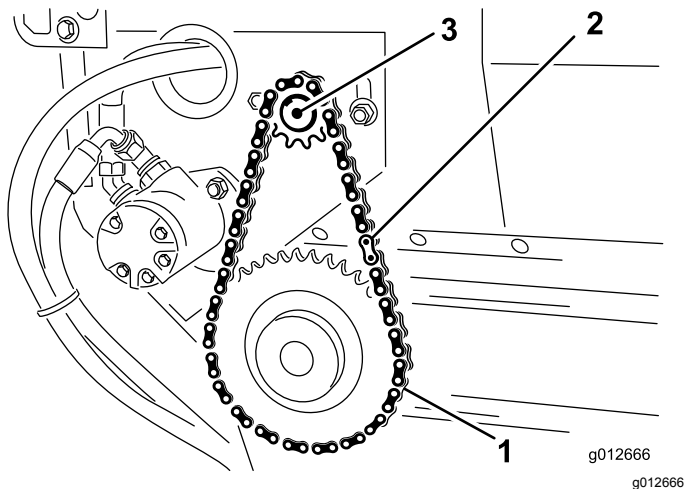

図 29
2. チェーンのマスターリンクを外し、小さい方のスプロケットからチェーンを外す 図 29。